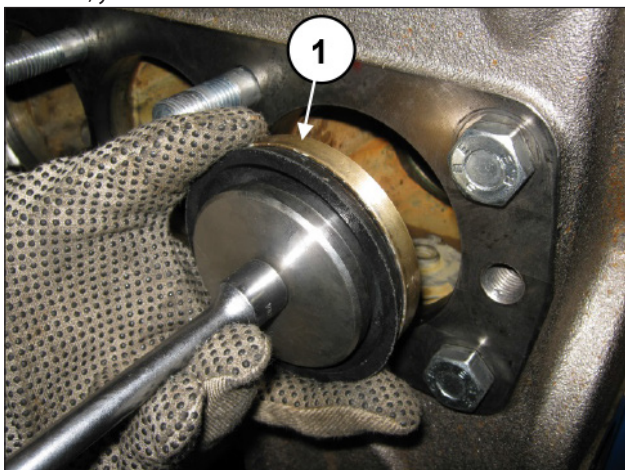

Рис. 131
С помощью Т-образного ключа вставьте пакет поршневого уплотнения внутрь цилиндра (поз. ①, Рис. 131) при узле распорки поршня на ВМТ, следя за тем, чтобы не повредить уплотнительную кромку. Закручивайте винт М8 до тех пор, пока пакет уплотнения не установится в гнездо, а затем затяните его с моментом затяжки, указанным в главе 3.